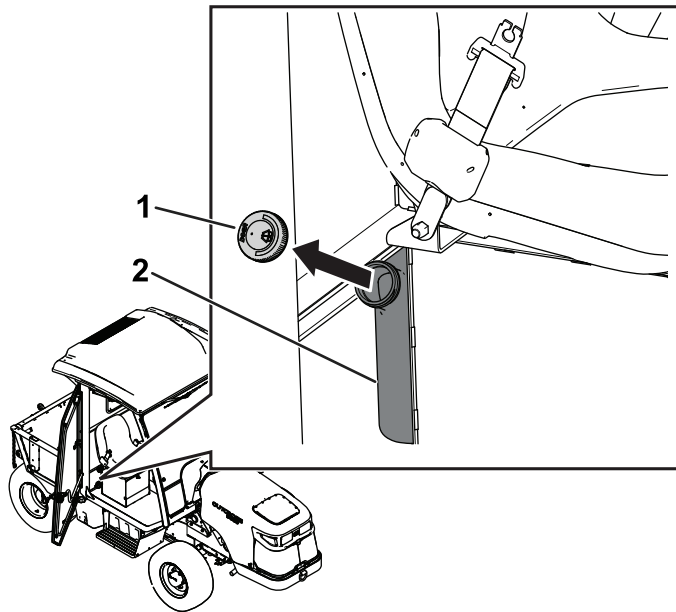

Figure 129
1. Enlevez le bouchon du réservoir (Figure 129).